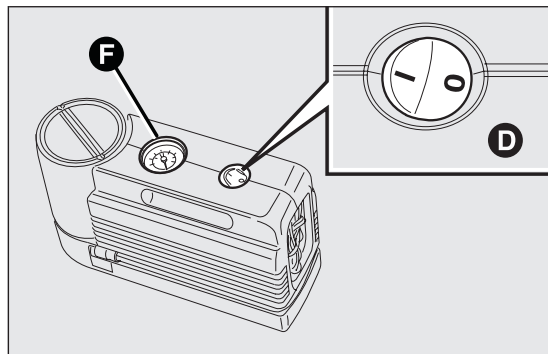
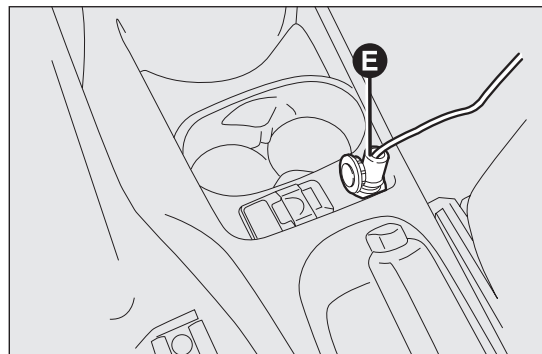

fig. 105
fig. 106
- assicurarsi che l'interruttore D fig. 105 del compressore sia in posizione 0 (spento), avviare il motore, inserire la spina E fig. 106 nella presa di corrente e azionare il compressore portando l'interruttore D fig. 105 in posizione I (acceso). Gonfiare il pneumatico alla pressione prescritta nel paragrafo "Pressione di gonfiaggio" del capitolo "Dati tecnici".
Per ottenere una lettura più precisa, si consiglia di verificare il valore della pressione sul manometro F fig. 105 con il compressore spento;